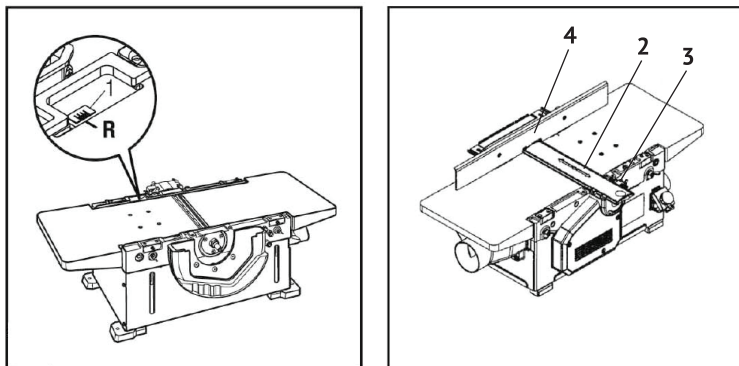

Рис. 3
- вращением ручки, переместить стол подвижный (6) (рис. 1а) на необходимую глубину строгания, совместив риску R на лыже с необходимым значением штриха на шкале (1) (рис. 3);
Перед началом работы необходимо установить защитный кожух 2 (рис. 3), входящий в комплект поставки станка. Защитный кожух 2 предназначен для защиты от вращающегося во время работы станка ножевого вала. Он устанавливается между крючками-зацепами на кожухе, расположенном на передней панели станка и фиксируется скобой с помощью гайки-барашка 3 (рис. 3).
должен закрывать нерабочую часть вращающихся ножей. Для установки ограждения в нужное положение необходимо отвернуть гайку-барашек 3 (рис. 3), переместить ограждение вдоль ножевого вала, затянуть гайку-барашек 3 (рис. 3). По окончании работы и во время перерывов в работе, ограждение должно полностью закрывать ножевой вал.
Параллельный упор 4 (рис. 3) предназначена для направления материала при строгании и обеспечивает функцию строгания под углом. Параллельный упор 4 рис. 3) крепится двумя винтами и шайбами к правой «щеке» станка. Параллельный упор устанавливается как перпендикулярно к плоскости стола, так и под углом. Для строгания под углом необходимо ослабить крепление гаек-барашков основания параллельного упора, установить параллельный упор по шкале на нужный угол, затянуть гайки-барашки.
- снять защитный кожух 2 (рис. 3), закрывающее ножевой вал. Защитный кожух не используется при глубине пиления более 65 мм. При глубине пиления менее 65 мм, следует установить ограждение, расположив его под пильным столом;